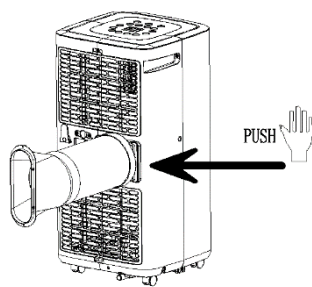

Fig.2
- Collegare l'adattatore per il tubo di scarico ruotando un'estremità del tubo di scarico e fissando il tubo di scarico sul retro del condizionatore locale mobile (vedi Fig. 2).